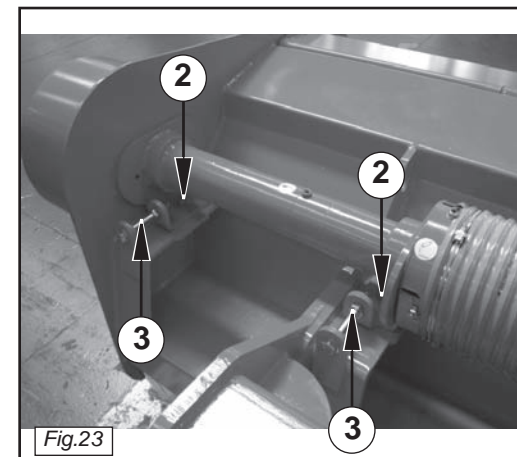

Fig.23
- Allentare le viti che fissano le prolunge alla carpenteria (2 Fig. 23).
- Andare ad agire sulle due viti di registro (3 Fig. 23) facendo in modo che le cinghie raggiungano la corretta tensione.
- Loosen the bolt that fix the spacers to the structure (2 Fig. 23).
- Work on the two adjuster screws (3 Fig. 23) in order to correctly tighten the belts.
- Desserrer le vis qui fixent les entretoises à la charpente (2 Fig. 23).
- Agir sur les deux vis de réglage (3 Fig. 23) en faisant en sorte que les courroies atteignent la tension souhaitée ;
- Die Schraub lockern, die die Distanzstücke an den Stahlteilen befestigen (2 Abb. 23).
- Die beiden Schrauben der Einstellvorrichtung (3 Abb. 23) so einstellen, daß die Riemen korrekt gespannt werden.
- Aflojar lo tornillo que fijan los distanciadores al armazón (2 Fig. 23).
- Con los dos tornillos de regulación (3 Fig. 23), tensar correctamente las correas.